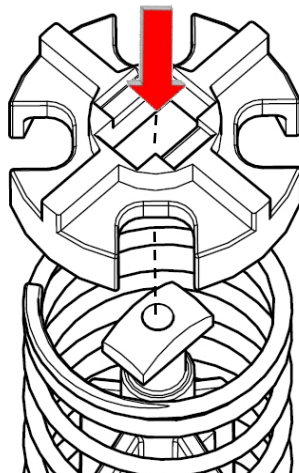

Figure 4
1. À l'aide d'une pince à bec fin, placer la bague d'arrêt de la soupape de dérivation sur le dessus du ressort de soupape. Avec précaution, aligner le trou rectangulaire au centre de la bague d'arrêt et la cheville de blocage au sommet de la soupape de dérivation (Figure 4).